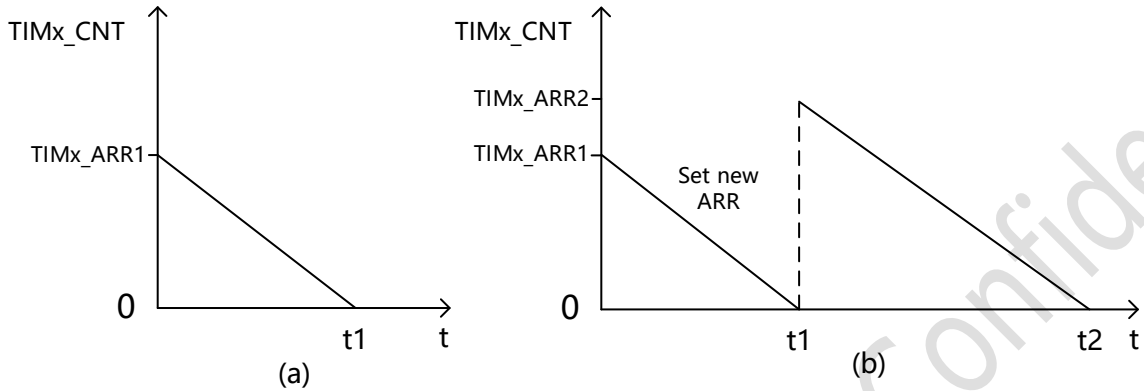

图 10-2 (a)单次计数模式, (b)周期计数模式
- 自动装载值寄存器(TIMx_ARR)在计数过程中可以被修改, 但直到下一个计数周期才会正式生效。如图 10-2(b)所示, 如果在 0-t1 之间的某个时刻设置新的装载值, 那么直到 t1 时刻才会将其赋值给计数器。